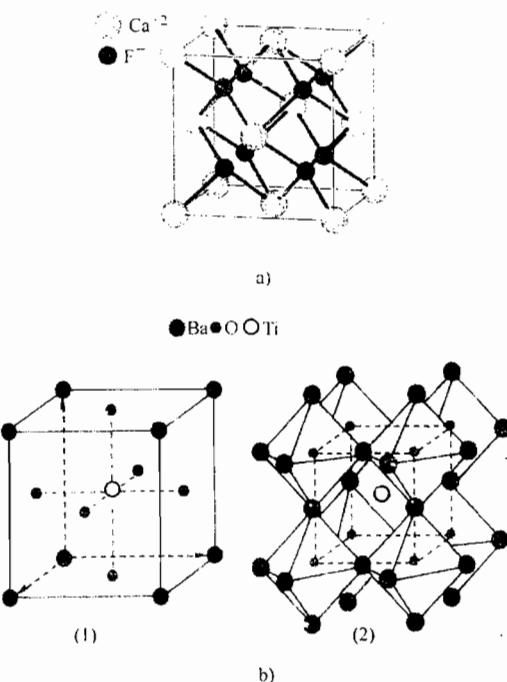

图 5-5 第二题第 2 小题解答图
①负离子配位多面体规则: 在正离子周围形成一负离子配位多面体, 正负离子之间的距离取决于离子半径之和, 而配位数则取决于正负离子半径之比。
②电价规则: 在形成一个离子键时, 正离子给出的价电子数等于负离子得到的价电子数。
③配位多面体连接规则: 配位多面体倾向于共顶连接, 其次是共棱、共面连接。正离子的电价越高, 配位数越低, 则该效应越明显。
④在含有一种以上的正离子的晶体中, 电价大、配位数小的正离子周围的负离子配位多面体力图共顶连接。
⑤晶体中配位多面体的类型如图最少。
2. 见图 5-5,